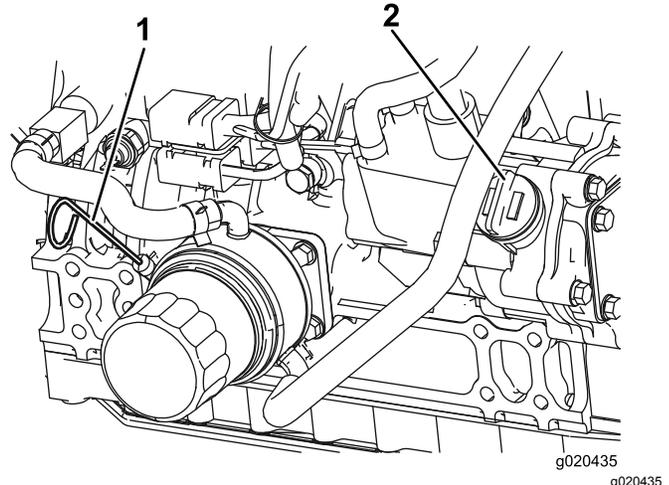

Figura 16
El nivel de aceite debe estar en el intervalo seguro (Figura 16).
4. Si el nivel de aceite está por debajo del intervalo seguro, retire el tapón de llenado (Figura 16) y añada aceite hasta que el nivel llegue a la marca FULL. **No llene demasiado.**